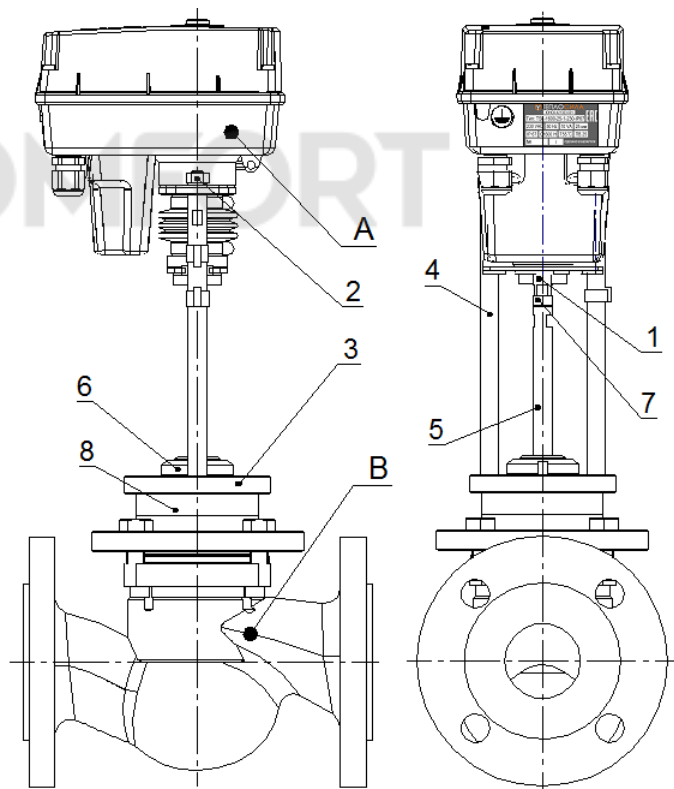

Рисунок 3 - Механическое присоединение во фланцевом исполнении
- снимите верхнюю крышку электропривода и открутите гайки (2) на столбиках (3);
- переменным способом завинтите столбики (3) во фланец арматуры (6);
- гайки столбиков (2) закрутите полностью;
- гайку муфты (1) навинтите на вал арматуры (4);
- проверьте общий ход собранного изделия, в случае необходимости отрегулируйте ход до нужной величины гайкой муфты (1);
- гайку муфты (1) поверните на один оборот влево и застрахуйте гайкой (5) для возникновения предварительного напряжения, которое перекроет седло арматуры.
3.1.2 Механическое присоединение во фланцевом исполнении (см. рисунок 3).